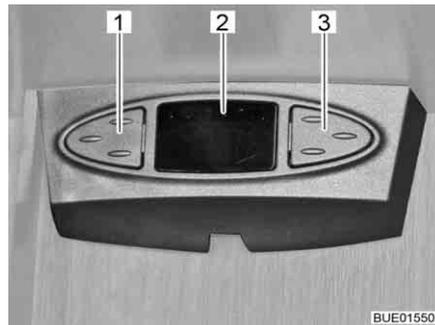

Fig. 39 Sat-Maus
Dependendo do modelo, o sistema de satélite pode estar equipado com um Sat-Maus. A indicação (Fig. 39,2) do Sat-Maus mostra o canal regulado. Com ambas as teclas, podem ser comandadas as funções básicas do sistema de satélite (mudança de emissor, ligar/desligar).
- Escolha o emissor anterior da lista de emissores: Prima a tecla esquerda (Fig. 39,1).
- Escolha o emissor seguinte da lista de emissores: Prima a tecla direita (Fig. 39,3).
- Comutar entre o rádio e a TV: Prima simultaneamente as teclas (Fig. 39,1 e Fig. 39,3) por um breve instante.
- Ligar/desligar o Receiver: Prima simultaneamente as teclas (Fig. 39,1 e Fig. 39,3), mantendo-as premidas.